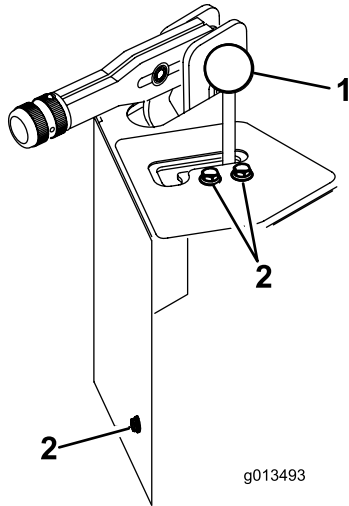

図 24
3. 昇降レバーからノブを取り外す（(図 24)）。
4. 取り付けネジ（3本）を取り外してバルブ・シュラウドを外す（(図 24)）。